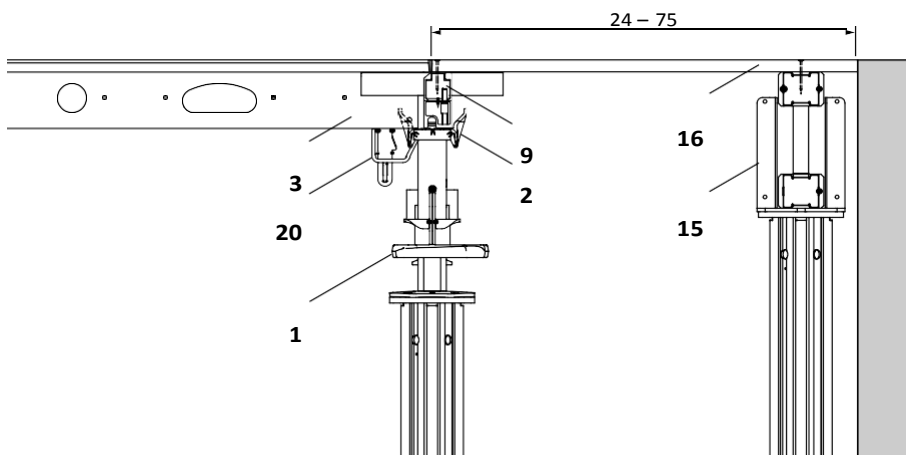

Fig. A5.39
1. Монтирайте панела SDP (3) в надлъжния трегер (2).
2. Поставете челната греда SRT-2 (9) в надл. трегер.
3. Поставете допълнителна подпора с кръстата глава (15) и основа за шперплат.
4. Монтирайте шперплата (16) и го заковете. (Fig. A5.39 + A5.40)